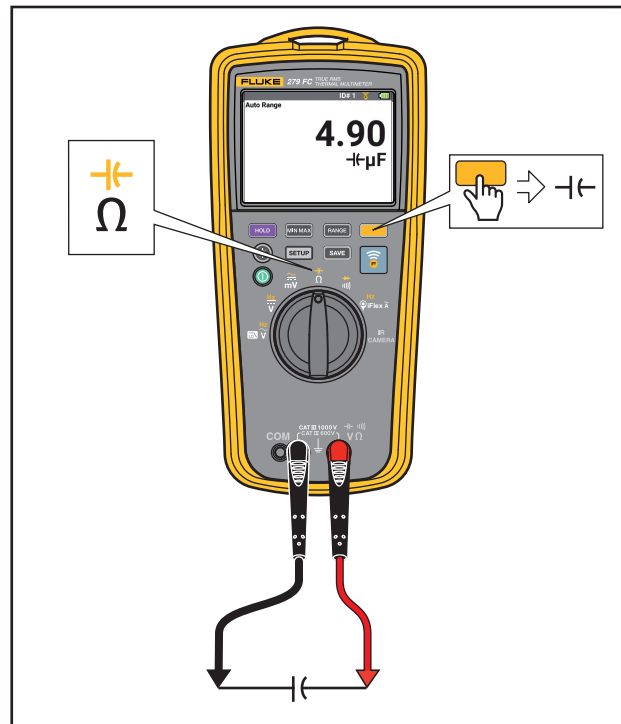

Abbildung 8. Kapazitätsmessungen
- Kapazitätsmessungen, siehe Abbildung 8.
Das Multimeter ermöglicht eine Kapazitätsmessung durch Aufladung eines Kondensators mit einem bekannten Strom, dem Messen der resultierenden Spannung und dem anschließenden Berechnen der Kapazität. Siehe Abbildung 8.